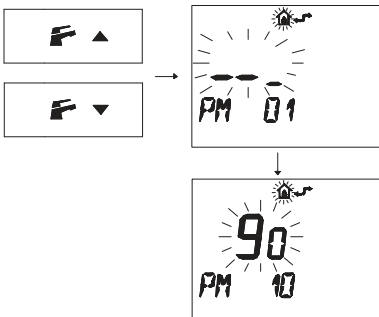

Рисунок 5.49
- Нажмите кнопку **F** **▲** или **F** **▼**, чтобы вывести на дисплей код "PM10" для выбора частоты повторного включения (Рисунок 5.49).
Рисунок 5.49 показывает заданное значение **90**, которое соответствует повторному включению каждые 3 минуты.